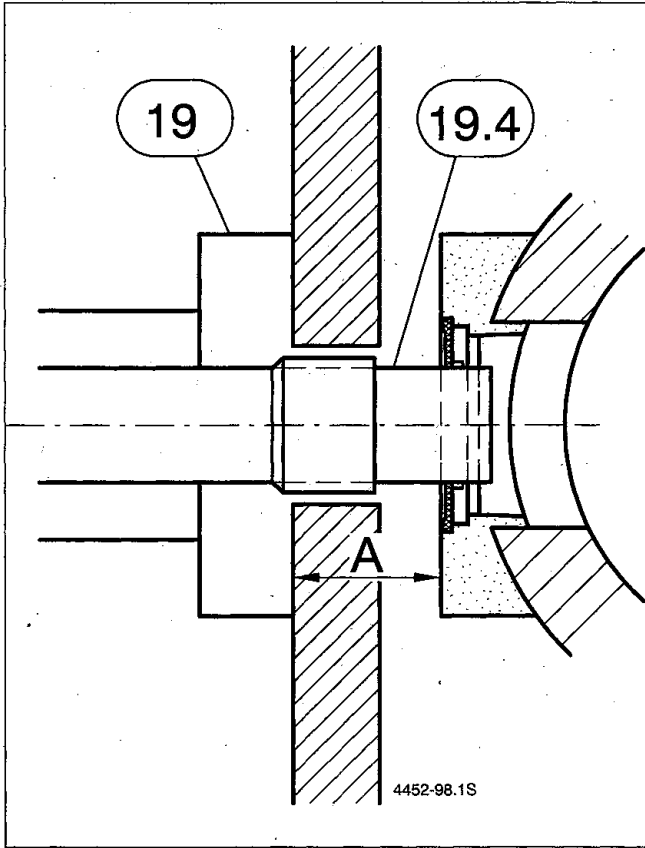

Bild 15
**a) bei Keramikrohr Fabr.-Schiedel (Bild 15):**